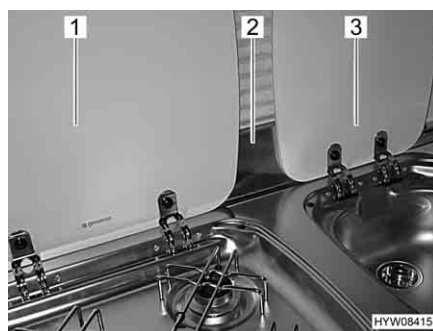

Fig. 96 Lastra proteggifiamma e coperture
Prima della cottura, agganciare la lastra proteggifiamma (Fig. 96,2) al telaio della finestra. La lastra proteggifiamma copre così l'area tra le coperture del lavandino (Fig. 96,3) e il fornello a gas (Fig. 96,1).
- Agganciare la lastra proteggifiamma (Fig. 96,2).
- Aprire la copertura del fornello a gas (Fig. 96,1).